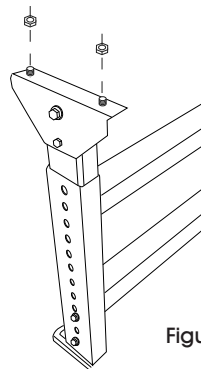

Figure 1
1. Le matériel d'installation est prévisé sur la partie supérieure des pieds de soutien en H. Retirez le matériel. (Voir Figure 1)